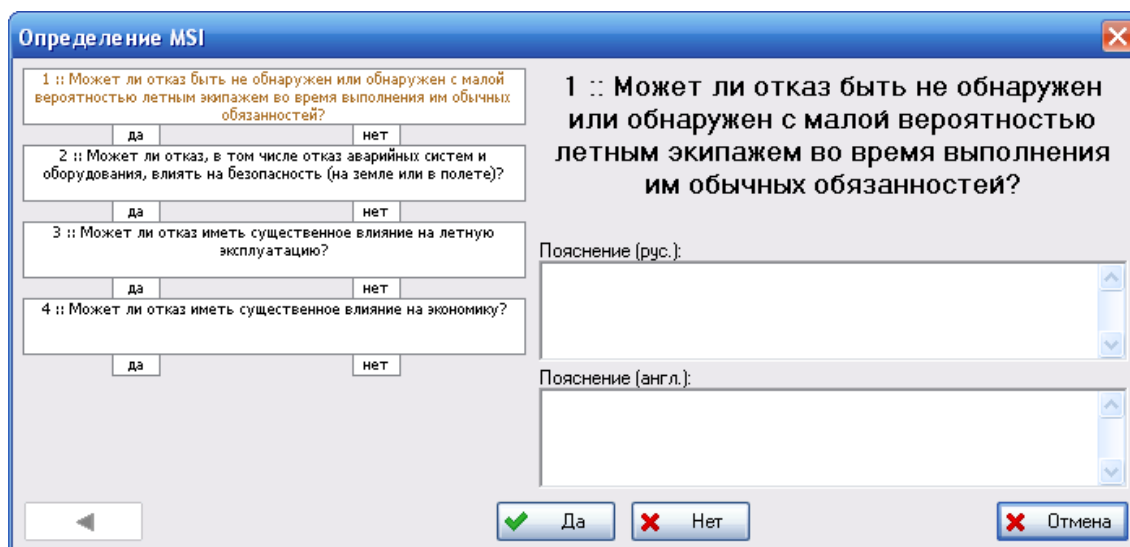
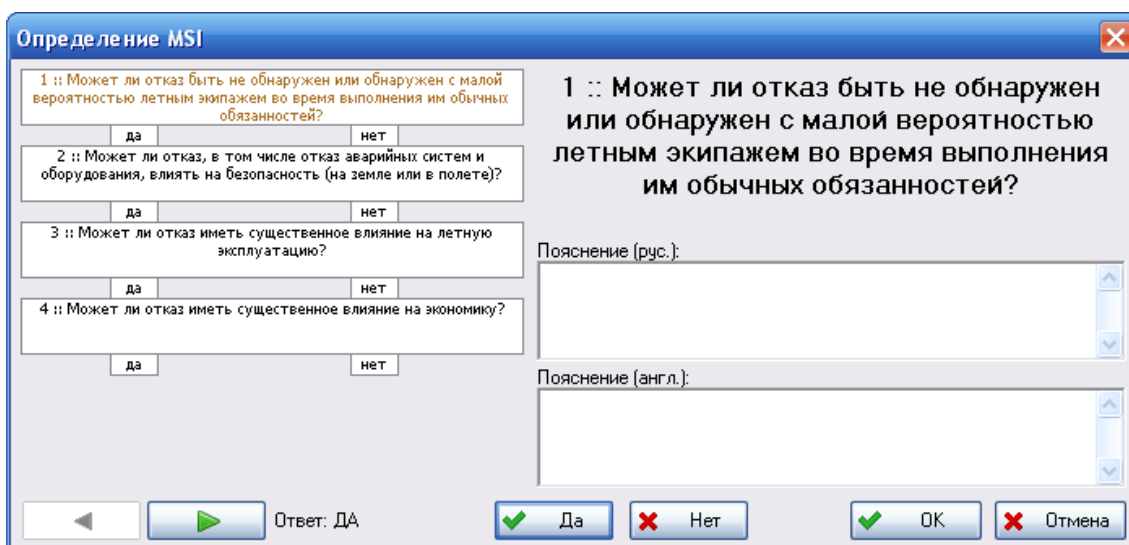

Рис. 7-55
Рис. 7-58
3. В результате откроется окно, представленное на рис. 7-55. В левой части окна представлен алгоритм определения MSI, в правой части – текущий вопрос алгоритма, на который требуется ответить.
Вопросы, задаваемые системой при определении MSI, являются строками соответствующего классификатора. Если окно, представленное на рис. 7-55, пустое (не содержит вопросов), необходимо догрузить классификаторы.
Если к элементу ЛСИ низшего уровня разукрупнения ранее был применен алгоритм определения MSI, при повторном анализе окно, представленное на рис. 7-55, содержит не только вопрос, но и предыдущий ответ на этот вопрос (рис. 7-58).